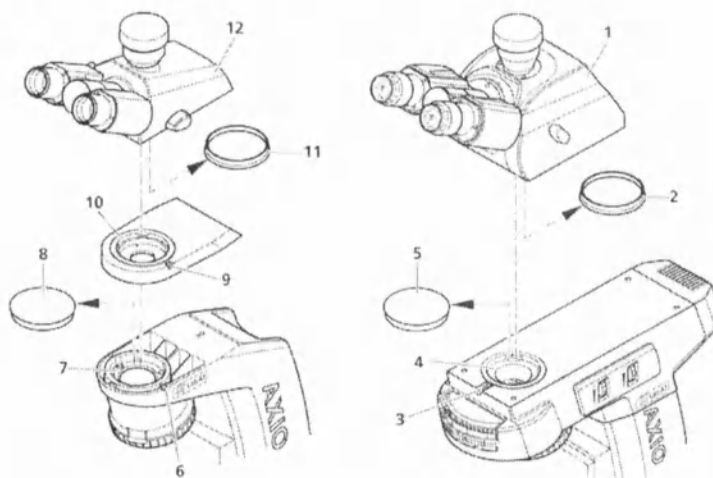

Рисунок 3-5. Подсоединение бинокулярного тубуса
- Ослабьте винт с шестигранной головкой (рисунок 3-5/3) с помощью торцевого ключа SW 3. Снимите пылезащитные крышки (рисунок 3-5/2, 5) с нижней части тубуса и опорное кольцо со стороны штатива.
- Удерживайте бинокулярный тубус/фототубус (рисунок 3-5/1) под углом, вставьте его с опорным кольцом в штатив (рисунок 3-5/4) и поверните в горизонтальное положение. Поверните бинокулярный тубус в необходимое положение для наблюдения и повторно затяните винт с шестигранной головкой с помощью отвертки с полукруглой головкой.
- Ослабьте винт с шестигранной головкой (рисунок 3-5/6) с помощью торцевого ключа SW 3. Снимите пылезащитные крышки (рисунок 3-5/8, 11) с нижней части тубуса и опорное кольцо со стороны штатива.
- Вставьте промежуточную планку (рисунок 3-5/10) с ее опорным кольцом в штатив (рисунок 3-5/7) и затяните винт с шестигранной головкой (рисунок 3-5/6).
- Вставьте бинокулярный тубус/фототубус (рисунок 3-5/11) в промежуточную планку, выровняйте и затяните винт с шестигранной головкой (рисунок 3-5/9) с помощью отвертки с полукруглой головкой